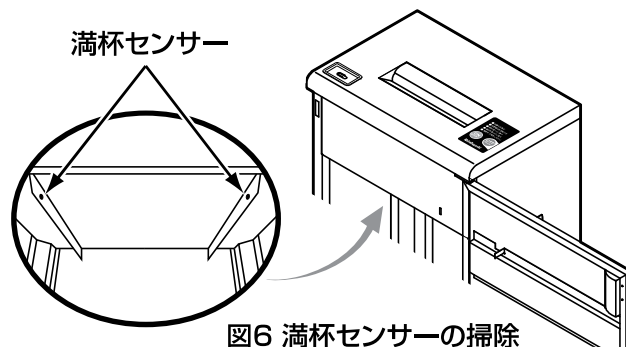

図6 満杯センサーの掃除
1. OFF/逆転スイッチ⑮を押して電源を切り、電源コード⑦の電源プラグを抜いてください。
2. 満杯センサーに付着した紙粉や細かい細断紙片を柔らかい布等で取り除いてください。 図6 参照